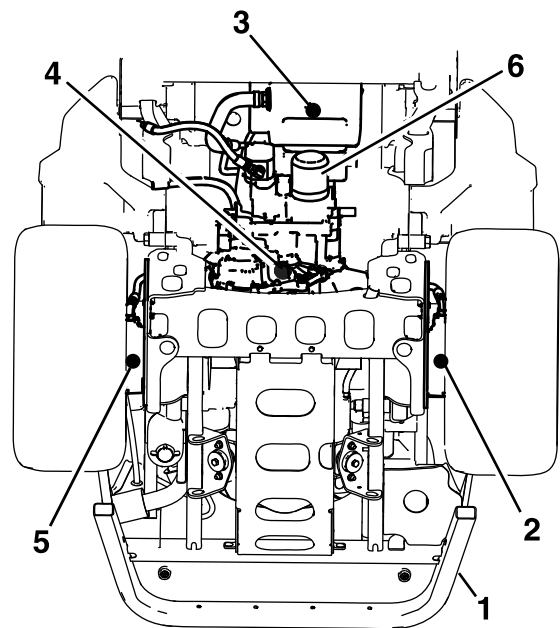

Рисунок 68
4. Помістіть великий зливний піддон під гідравлічний резервуар, корпус трансмісії і лівий та правий приводи коліс (Рисунок 68).
5. Вийміть зливні заглушки з кожної області, щоб зливалась гідравлічна рідина (Рисунок 68).
6. Очистіть область навколо фільтра гідравлічної рідини та вийміть фільтр (Рисунок 68).